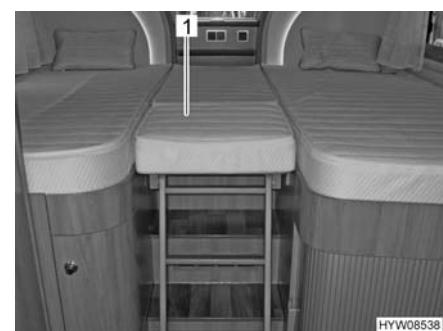

Fig. 77 Superficie utile (letto in coda)
- Inserire il cuscino aggiuntivo (Fig. 77,1) fornito in dotazione.